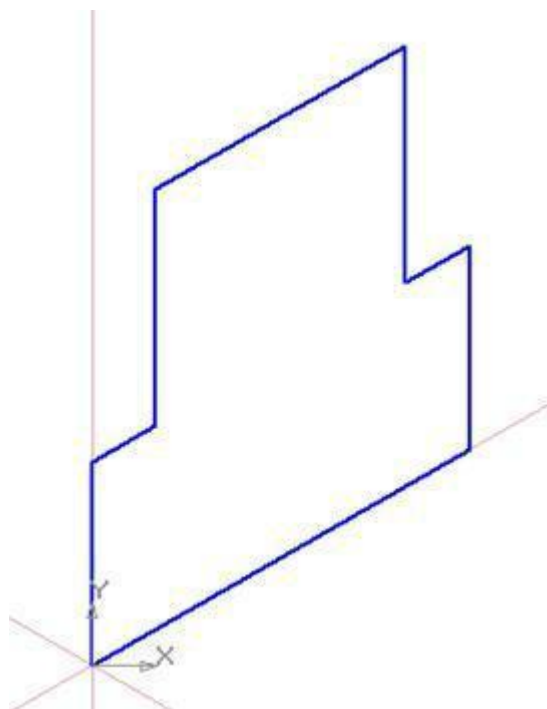

Рис. 3. Создание угла проекции
- вызовите объектное меню по полю **Угол** и выберите пункт **Направление прямой/отрезка**. Укажите соответствующую прямую, параллельно которой надо построить отрезок (ось OZ) (рис. 3).